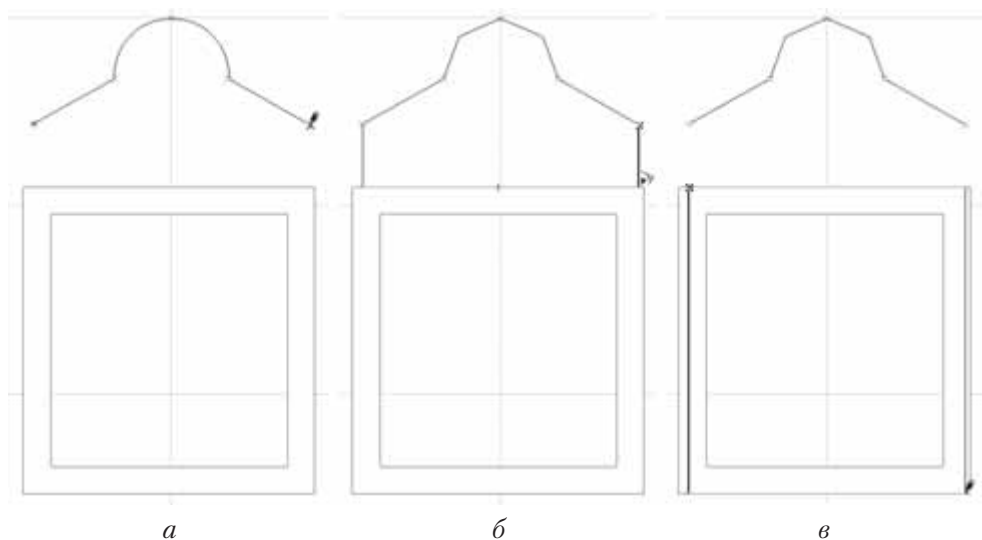

Рис. 5.39. Построение сводчатой крыши
5. Нарисуйте профиль крыши, используя в процессе построения появившуюся палитру редактирования полилинии (рис. 5.39, а).
6. Переместите указатель мыши к пересечению с внешней гранью ближайшей стены. Указатель должен принять форму  (рис. 5.39, б).
8. Переместите указатель мыши к внешней грани противоположной стены. Указатель должен принять форму  (рис. 5.39, в). Это положение конечной стороны свода.